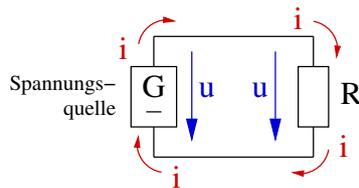

Abbildung 6: Elektrischer Stromkreis
- Das Modellbild des Stromkreises mit Pumpe, Elektronengas und Engstelle wird ab jetzt wie in Abb. 6 dargestellt.